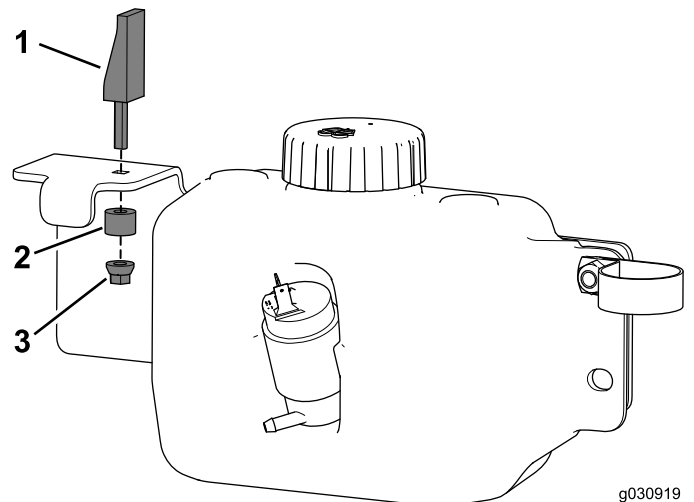

図 35
4. タンクマウントにスエルラッチアセンブリを取り付ける 図 35。